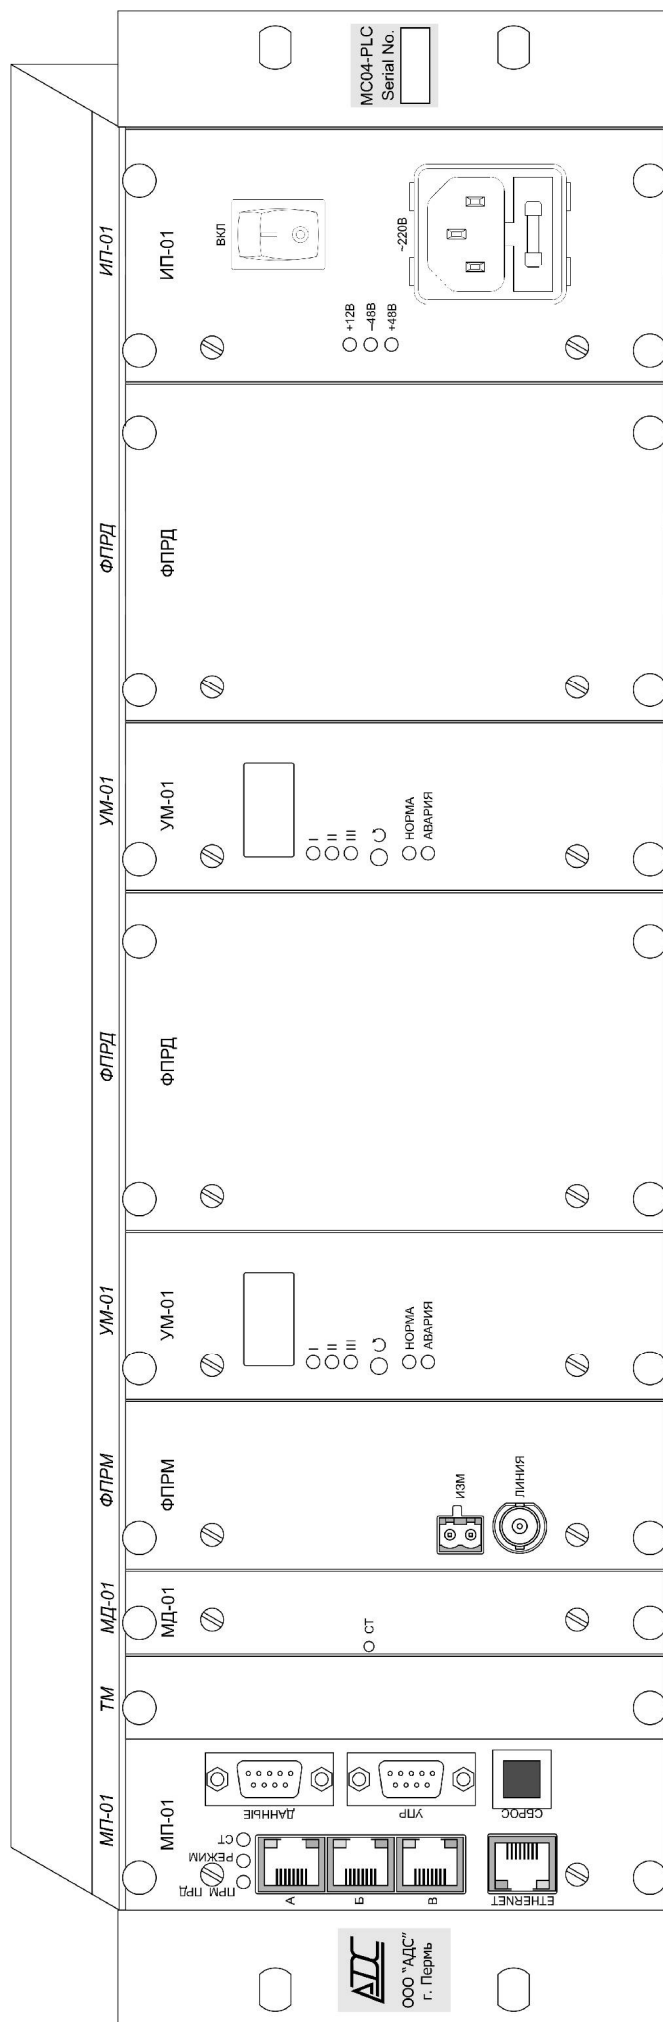

Рис.2. Внешний вид блока MC04-PLC.
Конструктивно аппаратура выполнена в виде блока 19 дюймов высотой 3U, в который устанавливаются следующие функционально-конструктивные модули (рис.1 и рис. 2):
2.1.4. Разъемы и индикаторы платы МП01 (рис. 2).